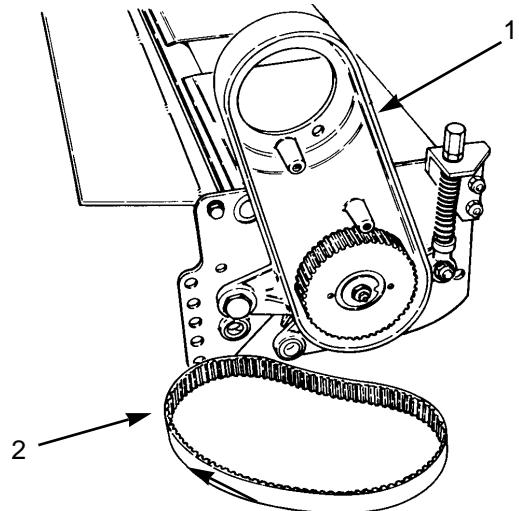

図30
4. ショルダー・ボルトからコーン・ナットを取り、皿ワッシャとボルトを抜いて、ペアリング・ハウジングをリール・シャフトから抜き取る(図30)。
5. ドライブ・ハウジングからカバーとベルトを取る(図30)。